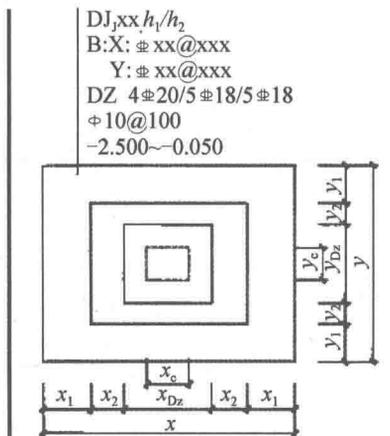

图 1-17 设置短柱独立基础平面注写方式
- 2) 设置短柱独立基础平面注写方式，如图 1-17 所示。